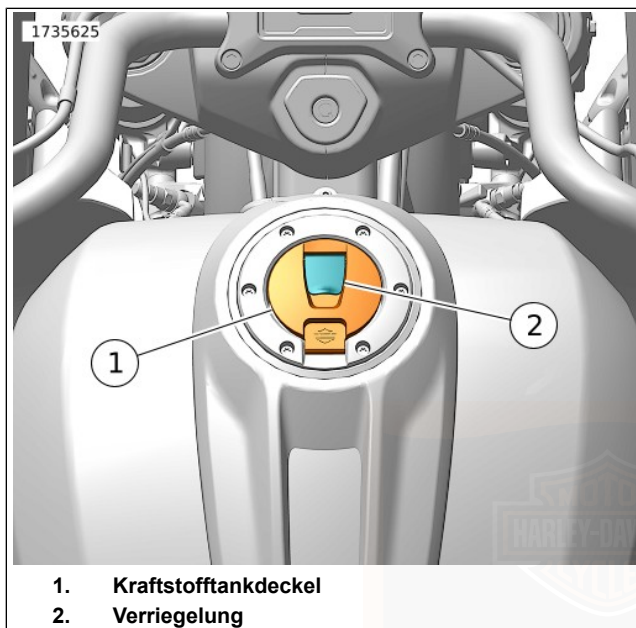

Abbildung 7. Anbringen/Abnehmen des Kraftstofftankdeckels: Bündige Befestigung
Ohne Verriegelung, Öffnen: Siehe Abbildung 7. Die Verriegelung (2) hochziehen, um den Kraftstofftankdeckel (1) zu öffnen.